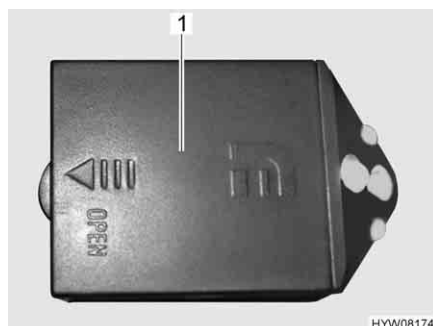

Fig. 117 Luci armadi guardaroba
- Spingere in direzione della freccia e rimuovere il coperchio (Fig. 117,1) delle luci armadi guardaroba.